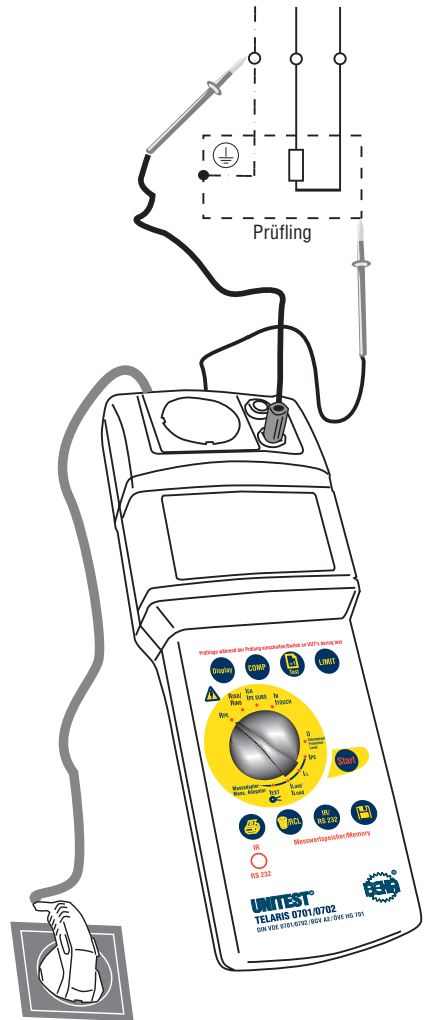

Bild 6.3: Messung des Schutzleiterwiderstandes bei Geräten ohne Netzstecker
- ▶ Bei Geräten ohne Netzstecker verbinden Sie den PE-Anschluss des Prüflings mit der blauen Buchse 'PE' (5) siehe Bild 6.3.